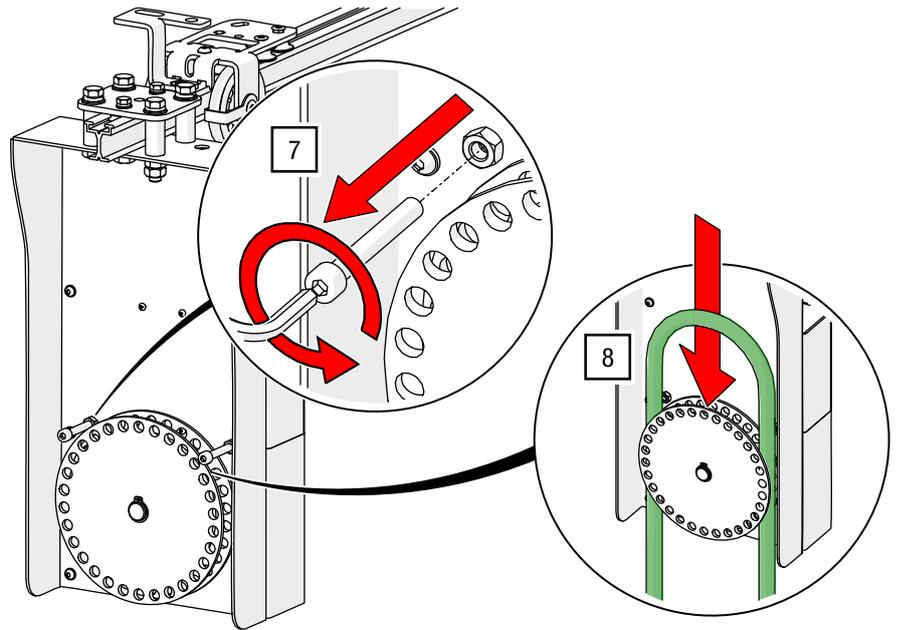

Abb. 118: Manueller Antrieb ROPE-DRIVE – Seilsicherung entfernen und Hanfseil einlegen
7. Lösen Sie am ROPE-DRIVE die zwei am Hanfseil-Treibrad angrenzenden Zylinderkopfschrauben mit einem ISK SW 6 (siehe Abb. 118).
8. Legen Sie das Hanfseil um die im höheren Gehäuseeteil des ROPE-DRIVE untergebrachte Seilrolle (siehe Abb. 118).